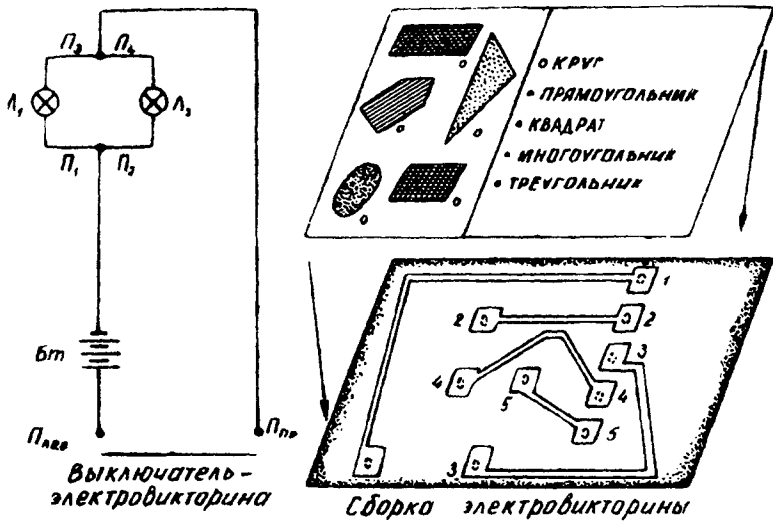

Рис. 22
### **Изготовление электровикторин [рис. 22]**
6. Снимают верхний лицевой лист. На нижнем листе остались отмеченные места, которые нужно соединить между собой полосками станиолевой бумаги. Прежде всего соединяют их друг с другом карандашной линией, чтобы узнать величину полосок (рис. 22). Чтобы легче было наклеивать полоски, станиолевую бумагу берут на бумажной подложке, например обертку от упаковки чая. Вырезают полоски необходимой длины. Концы полосок должны перекрывать отверстия верхнего листа (рис. 22).
9. Если все получилось правильно, наклеивают верхний лист на нижний (рис. 22). Викторина готова. Теперь их можно заготавливать в большом количестве по разным вопросам и темам, составляя целые книги.